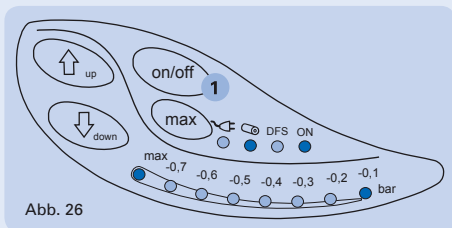

Abb. 26
1. Schalten Sie das Gerät durch Drücken der ON/OFF – Taste ein (Abb. 26 (1)). Die LED „ON“ signalisiert durch grünes Leuchten die eingeschaltete Pumpe.